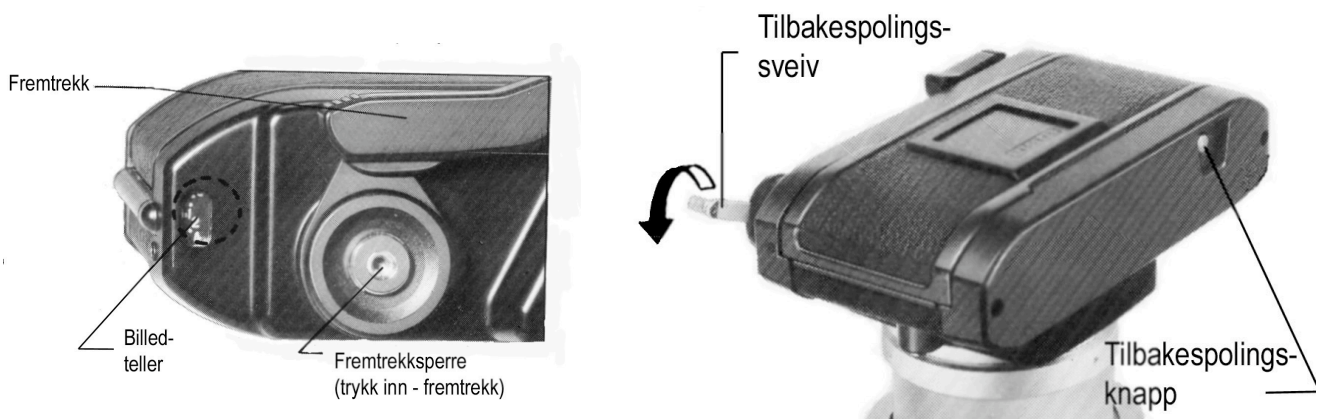

Fig.21: Kamerahuset
Kamerahuset fungerer som et konvensjonelt kamerahus . Kamerahuset åpnes ved å trekke ut tilbakespolings-sveiven og filmen lades på vanlig måte (fig.21). Lukk kamerahuset og trekk frem 2 ganger idet sperreknappen trykkes inn (fig.21)
2. Gjør det til vane etter hver eksponering å trekke frem filmen. Dette gjøres ved å trykke inn fremtrekksperren på kamerahuset og føre fremtrekket helt ut. Billednummer vil bli indikert i billedtallervindu (fig. 21). Fremtrekk skjer altså ikke automatisk og dobbelteksposering vil skje om man ikke manuelt trekker frem filmen. Det vil være en fordel å avslutte eksponering av filmen ved nest siste bilde av filmen. Fremtrekk til siste bilde kan ofte forårsake at filmen ryker eller kun et halvt bilde blir eksponert.
4. Når filmen er eksponert må den tilbakespoles. Dette gjøres ved å trykke inn tilbakespolingsknappen (fig.21) og sveive filmen tilbake til spolen. Trekk sveiven ut og filmen er klar for fremkalling.